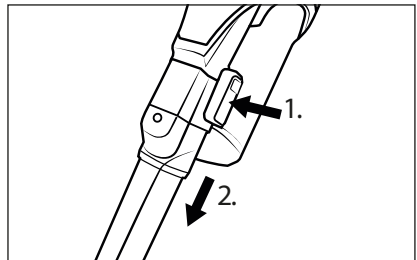

Abb. 15
- ◆ Zum Entfernen des Zubehörs halten Sie die Entriegelungstaste am Zubehör gedrückt und ziehen Sie dann das Zubehör vom Saugrohr **24** oder von der Saugöffnung des Gerätes ab (siehe Abb. 15).